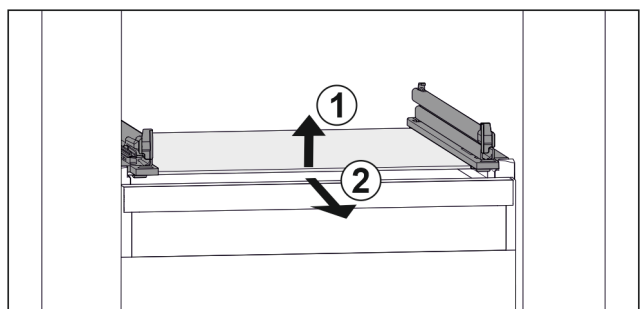

Fig. 153 Exemple de représentation de la tablette en verre
- Soulever la tablette en verre par l'avant. Fig. 153 (1)
- Retirer la tablette en verre par l'avant. Fig. 153 (2)